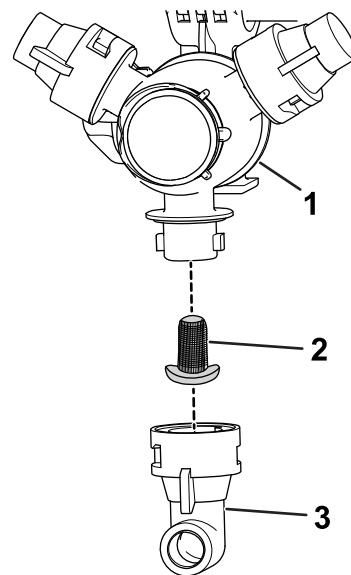

Figure 147
2. Déposez la buse de la tourelle de pulvérisation (Figure 147).
3. Retirez le filtre de buse usagé (Figure 147).
4. Montez le filtre de buse neuf (Figure 147).
5. Montez la buse sur la tourelle de pulvérisation (Figure 147).